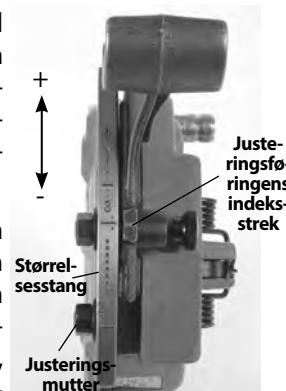

Figur 16 – Sette inn gjengebakker
3. Fjern gjengebakken fra gjengebakkeholderen. Sett de riktige gjengebakken inn i gjengebakkeholderen, med den nummererte kanten opp. Tallene på gjengebakken må stemme med tallene på sporene på gjengebakkeholderen (se Figur 16). Gjengebakkesporene har en kulesperre som samvirker med rillen på gjengebakke-ne når de er riktig installert. Skift alltid ut gjengebakken som et sett – ikke bland gjengebakker fra ulike sett.